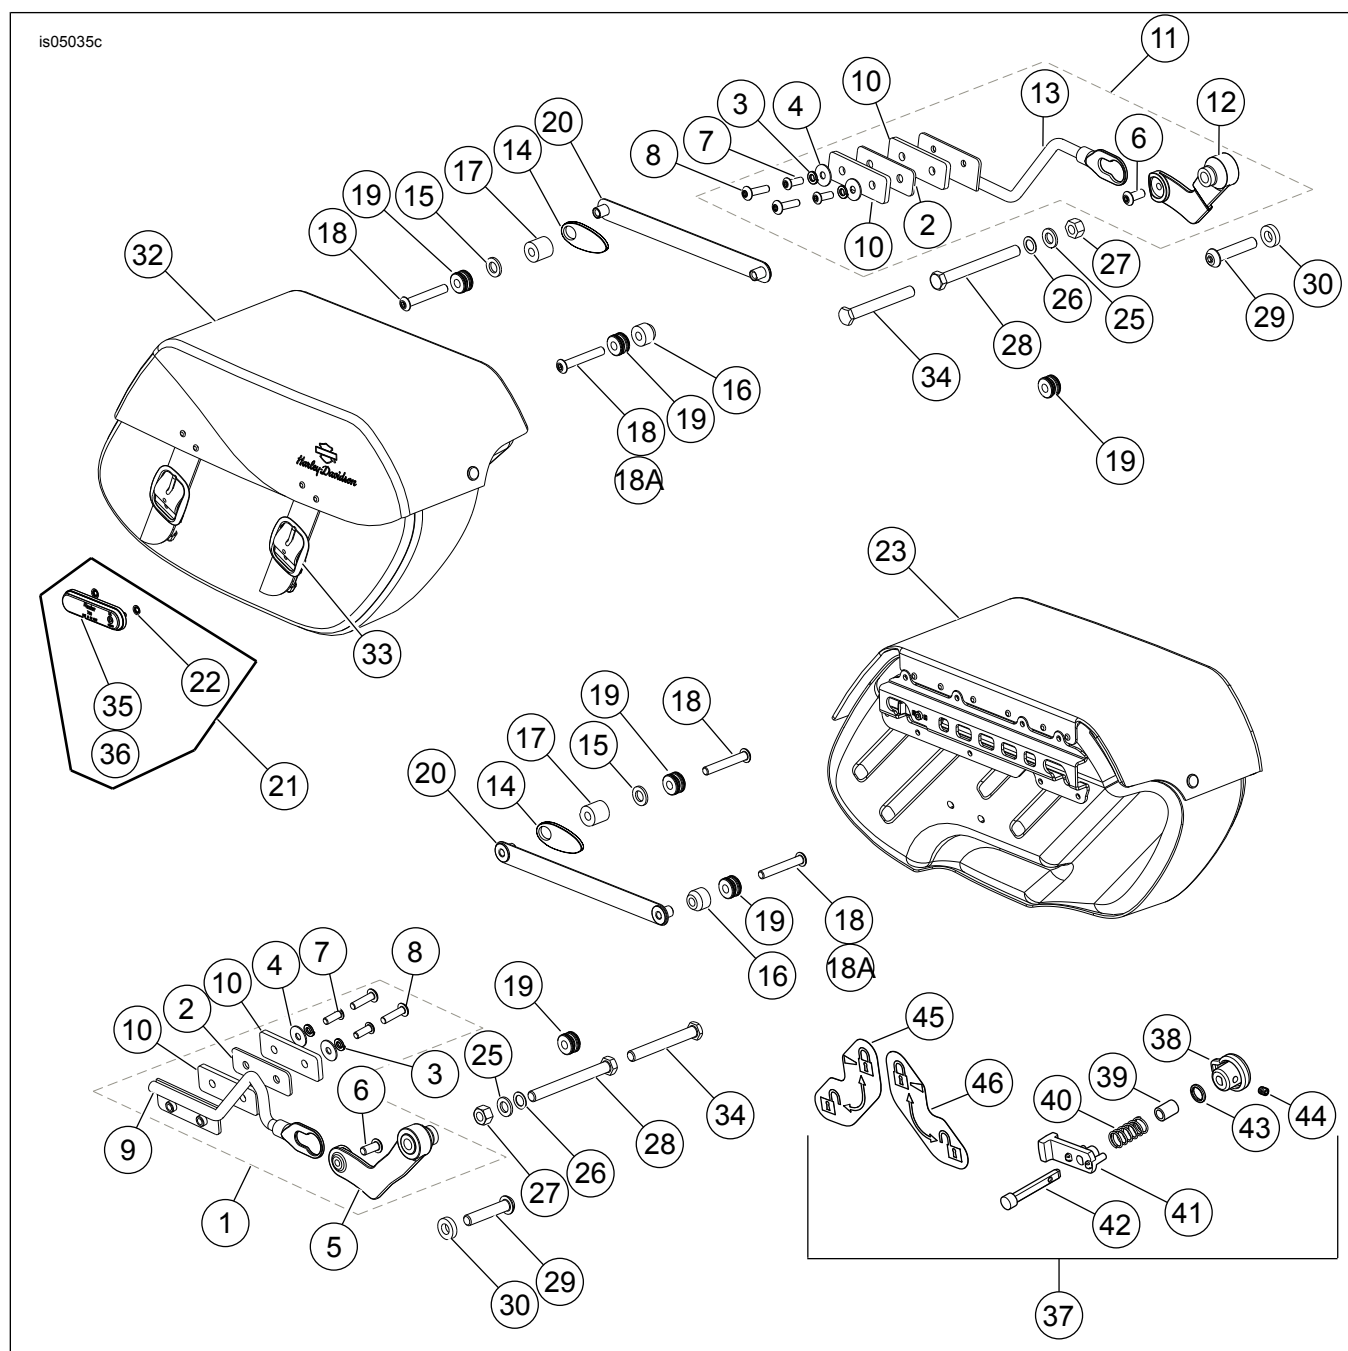

Figure 6. Pièces détachées : Sacoche amovible Dyna
Voir Figure 6 et Tableau 1.
3. Voir Figure 6. Retirer l'amortisseur selon les instructions du kit de support inférieur gauche (1) ou du kit de support inférieur droit (11).
1. Voir Figure 6. Installer le bras de support inférieur droit (13) et le bras de support inférieur gauche (9) selon les fiches d'instructions incluses dans ces kits.
4. Voir Figure 6. Incliner la sacoche vers l'avant et pivoter le gros diamètre de l'extrémité boutonnée du bras de support inférieur (13) sur le galet d'ancrage inférieur (19). Pivoter le corps de la sacoche vers le bas de sorte que les galets d'ancrage extérieurs sur la gaine de goujon glissent dans les fentes à l'arrière de la sacoche.
1. Voir Figure 6. Installer le réflecteur (21) au centre de la sacoche entre les sangles.
7. Installer la monture du réflecteur sur la sacoche à l'aide de deux écrous à presser (22). Les écrous à presser sont installés à partir de l'intérieur de la sacoche.